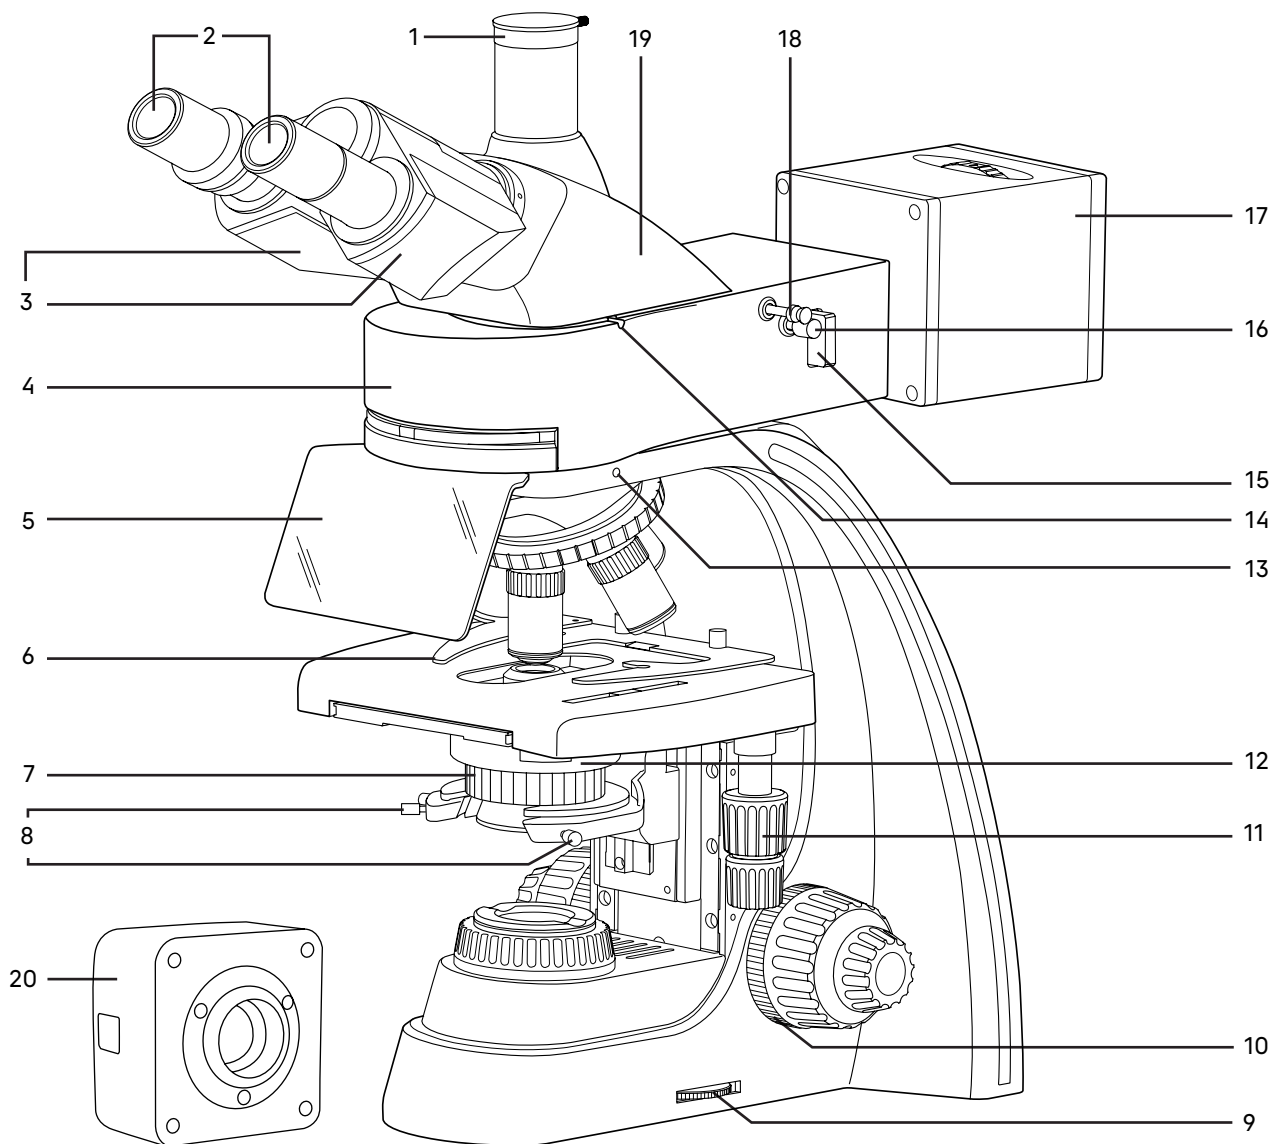
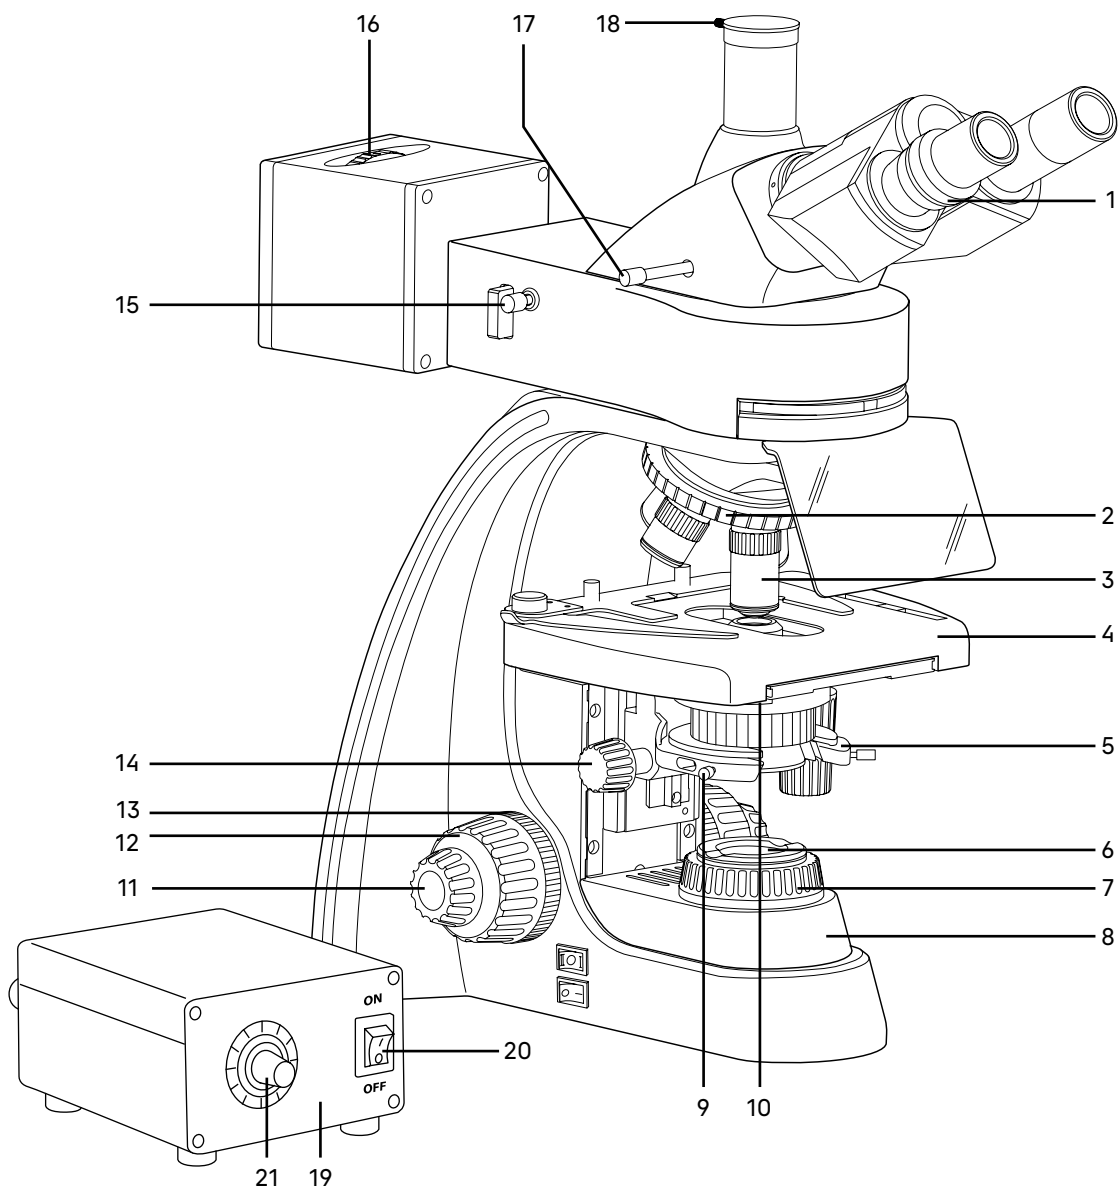

Рис. 1. Микроскоп MAGUS Lum D400L. Вид справа
Рис. 2. Микроскоп MAGUS Lum D400L. Вид слева
Полный состав микроскопа указан в разделе 8 данного руководства по эксплуатации. Общий вид микроскопа представлен на рис. 1 и 2.
Штатив 8 (рис. 2) представляет собой цельную конструкцию с основанием. Основание имеет Y-образную устойчивую эргономичную форму.
- револьвер 2 (рис. 2) с объективами 3 (рис. 2);
- предметный столик 4 (рис. 2);
- кронштейн конденсора 5 (рис. 2);
- коллектор в оправе с полевой диафрагмой 6 (рис. 2).
Ручка 9 (рис. 1) служит для регулировки напряжения питания источника проходящего света.
Фокусировка на объект осуществляется перемещением по высоте предметного столика 4 (рис. 2). Грубая фокусировка производится вращением коаксиальных рукояток 12 (рис. 2), которые размещены по обеим сторонам штатива.
Тонкая фокусировка производится вращением рукояток 11 (рис. 2), расположенных по обеим сторонам штатива. Тонкая фокусировка требуется для точного фокусирования на объект и для подфокусировки микроскопа на резкость изображения при смене объективов и препаратов.
Механизм регулировки жесткости хода грубой фокусировки 10 (рис. 1) – кольцо между штативом и рукояткой грубой фокусировки с правой стороны. С помощью кольца регулируется жесткость хода грубой фокусировки так, чтобы жесткость была комфортной для пользователя, но при этом столик не опускался самопроизвольно во время работы.
Рукоятка блокировки грубой фокусировки 13 (рис. 2) расположена с левой стороны. После завершения грубой фокусировки рекомендуется перевести рычаг в крайнее положение в направлении по часовой стрелке. Таким образом закрепится положение грубой фокусировки для быстрой рефокусировки после смены препарата.
Насадка 19 (рис. 1) обеспечивает визуальное наблюдение изображения объекта. Насадка устанавливается в отверстие верхнего фланца корпуса люминесцентной насадки 4 (рис. 1) и закрепляется винтом 14 (рис. 1). Насадку при установке развернуть окулярами в сторону предметного столика.
Изменение межзрачкового расстояния в насадке осуществляется разворотом окулярных тубусов 3 (рис. 1) в пределах 48–75 мм. Значение расстояния, установленного в соответствии с глазной базой наблюдателя, отсчитывается по шкале на насадке.
Механизм диоптрийной подвижки окуляров служит для компенсации аметропии глаз наблюдателя. Находится на левом окулярном тубусе – кольцо 1 (рис. 2). Второй окулярный тубус насадки неподвижный.
В вертикальный тубус 1 (рис. 1) корпуса визуальной насадки (канал визуализации) для фиксации камеры устанавливается переходник C-mount. Камера служит для вывода изображения на экран компьютера или монитор/телевизор. Переключение светового потока на вертикальный тубус производится рукояткой 17 (рис. 2). Рукоятка имеет два положения: 100/0 и 0/100.
В комплект микроскопа входят окуляры 2 (рис. 1). Окуляры имеют высокое положение выходного зрачка и предназначены для работы как в очках, так и без них.
Револьверное устройство 2 (рис. 2) обеспечивает установку пяти объективов 3 (рис. 2). Смена объективов производится вращением револьверного устройства за конусную рифленую поверхность до фиксированного положения.
Объективы 3 (рис. 2) рассчитаны на длину тубуса «бесконечность». Парфокальная высота объективов составляет 45 мм, линейное поле зрения в плоскости изображения – 22 мм. Рассчитаны для работы с препаратами с толщиной покровного стекла 0,17 мм или без покровного стекла. Микроскоп укомплектован объективами-планахроматами с увеличением 4х, 10х, 40х (люминесцентный), 100х. Дополнительно возможна комплектация объективом-планахроматом 20х и 60х и люминесцентным планахроматом 10х.
Конденсор 12 (рис. 1) установлен в кронштейн 5 (рис. 2) под предметным столиком микроскопа. Тип крепления конденсора – «ласточкин хвост». Конденсор устанавливается по направляющим при поднятом столике и опущенном кронштейне. Перемещение конденсора вдоль оптической оси микроскопа осуществляется с помощью рукоятки перемещения кронштейна конденсора 14 (рис. 2), расположенной слева от наблюдателя под столиком микроскопа. Диапазон перемещения конденсора – не менее 33 мм.
Конденсор имеет слот 10 (рис. 2) для установки слайдера темного поля или слайдера фазового контраста.
Кронштейн конденсора имеет пружинный держатель, с помощью которого двумя винтами 8 (рис. 1) конденсор центрируется в оптической оси. Фиксация конденсора в держателе осуществляется винтом 9 (рис. 2).
Ирисовая апертурная диафрагма регулируется (открывается/закрывается) кольцом 7 (рис. 1). Для достижения наилучшего качества изображения рекомендуется прикрывать апертурную диафрагму конденсора светлого поля приблизительно на 1/3 диаметра выходного зрачка объектива.
Двухкоординатный предметный столик 4 (рис. 2) обеспечивает перемещение объекта в двух взаимно перпендикулярных направлениях с помощью рукояток 11 (рис. 1), расположенных на одной оси.
У столика отсутствует выдвижная зубчатая рейка по оси X, что повышает эргономичность работы. Механизм с ременной передачей плавно перемещает объект. Объект крепится на поверхности столика препаратодержателем 6 (рис. 1), для чего прижим отводится в сторону. Препаратодержатель крепится к столику при помощи двух винтов. При снятом препаратодержателе объект можно перемещать рукой.